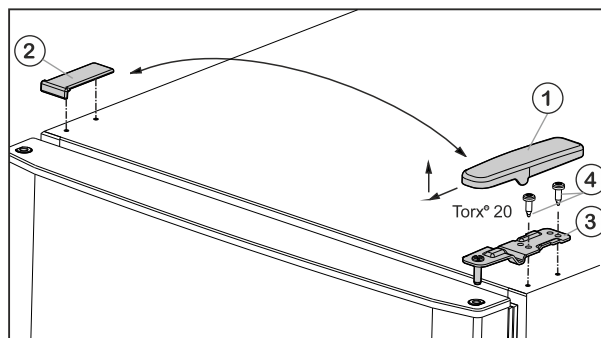

Fig. 5
- ▶ Kryt Fig. 5 (1) stáhněte dopředu a nahoru.
- ▶ Kryt Fig. 5 (2) zvedněte.
- ▶ Horní stojan ložiska Fig. 5 (3) odšroubujte (2 krát Torx® 20) Fig. 5 (4) a stáhněte nahoru.
- ▶ Horní stojan ložiska Fig. 5 (3) vložte na nové straně závěsu do dvířek.
- ▶ Horní stojan ložiska **pevně přišroubujte (4 Nm)** (2krát Torx® 20) Fig. 5 (4). Popřípadě použijte akumulátorový šroubovák.
- ▶ Kryt Fig. 5 (1) na opačné straně zvenčí nasadte a nechte zaklapnout.
- ▶ Kryt Fig. 5 (2) vždy na opačné straně shora nasadte a nechte zaklapnout.